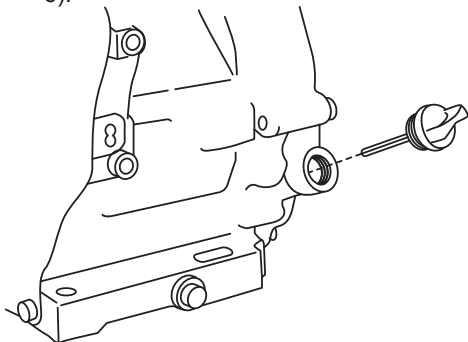

Рис. 6 Крышка-щуп маслосливной горловины
2. Выкрутите крышку-щуп маслосливной горловины и извлеките щуп (Рис. 6).